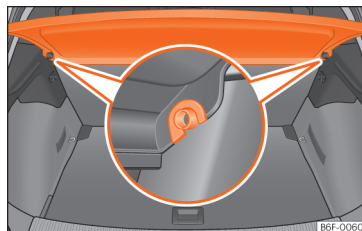

Fig. 144 Na bagageira: desmontar e montar a chapeleira.
- Desencaixe a chapeleira dos suportes laterais »» **Fig. 144** puxando-a para cima e retire-a.
- Introduza a chapeleira horizontalmente fazendo coincidir a «fechadura» sobre o eixo dos suportes »» **Fig. 144**, e pressione para baixo até que encaixe.